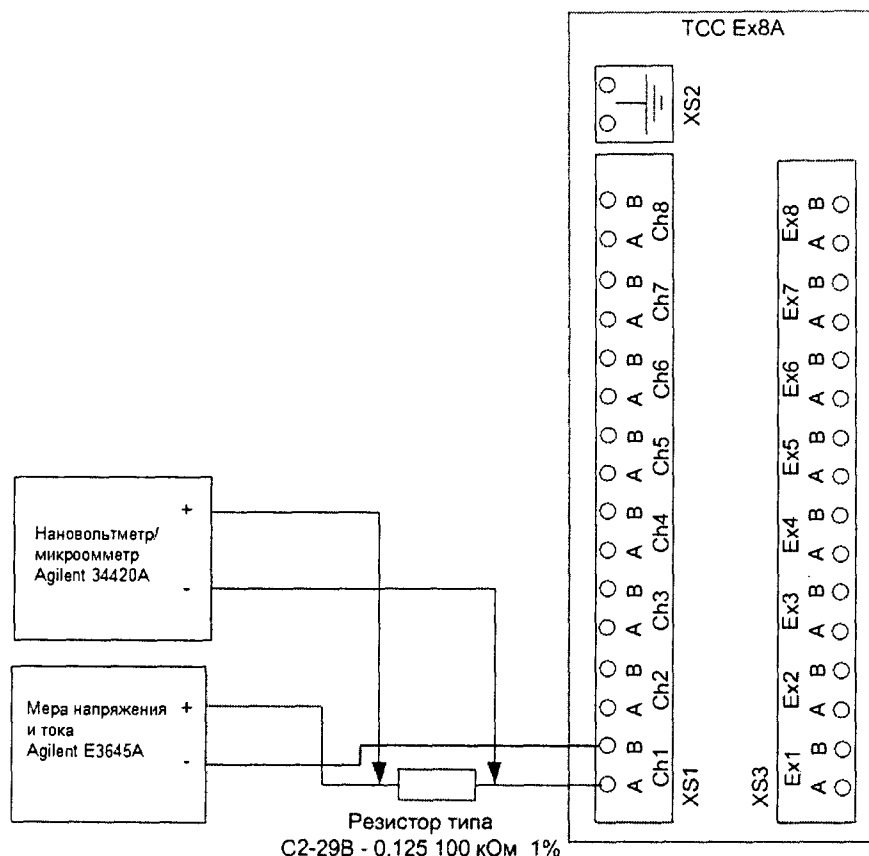

Рисунок 7.4 — Схема проверки тока утечки барьера ТСС Ex8A
7.3.2.1 Для проверки тока утечки канала 1 собрать схему (см. рисунок 7.4). На рисунке приведена схема проверки барьера ТСС Ex8A